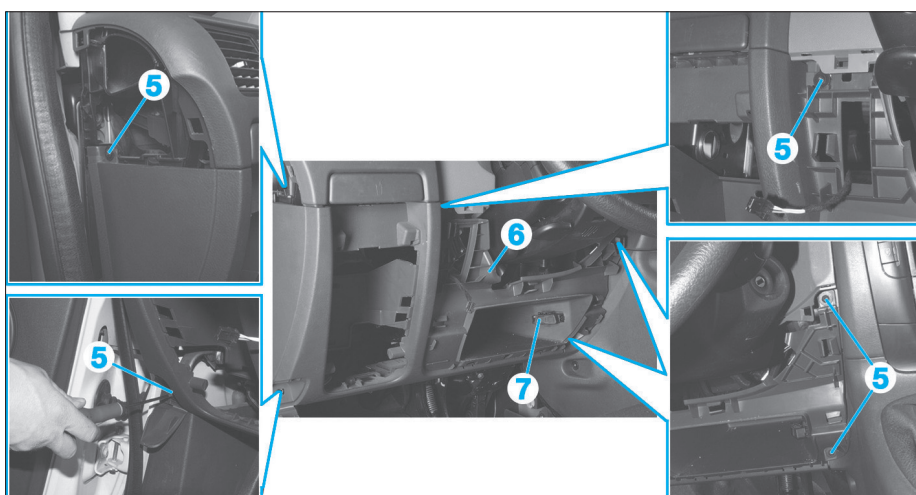
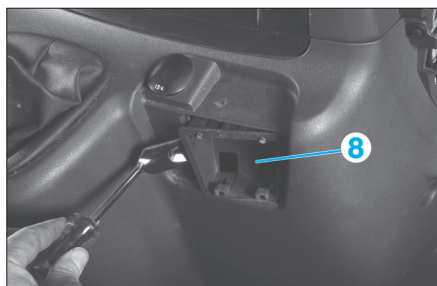

Fig. 11
Fig. 12
- Déposer les cinq vis (5) à l'aide d'un Torx de 20 (Fig.11).
- Extraire le cache inférieur gauche (6) tout en dégrafant la prise diagnostic (7).
- Déposer le cendrier de son emplacement puis dégrafer son support (8) (Fig.12).